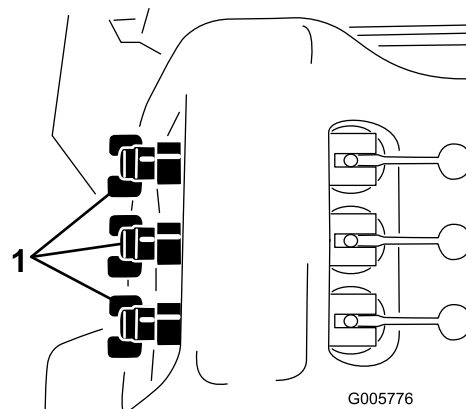

Figure 28
12. Réglez la vanne de dérivation de rampe (Figure 28) située sous la soupape de commande de la rampe que vous avez mise hors service jusqu'à ce que la valeur indiquée au manomètre soit la même qu'au point 9.